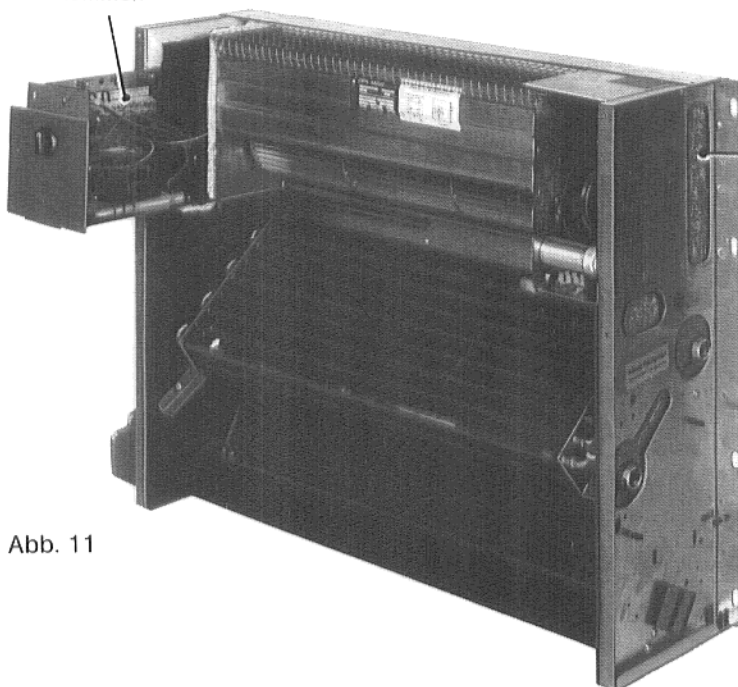

Abb. 11
4. Schaltkasten ausklappen (Abb. 11).
5. Kabel durch seitliche Schlitz einführen (Abb. 11).